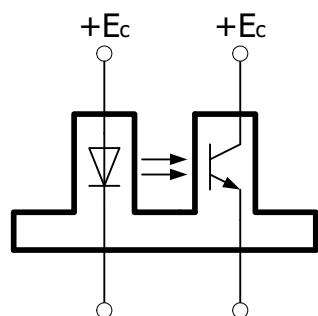

图 17-1 光断续器示意图
1、光断续器原理如图 17-1 所示，一个开口的光耦合器，当开口处被遮住时，光敏三极管接收不到发光二极管的光信号，输出电压为 0，否则有电压输出。